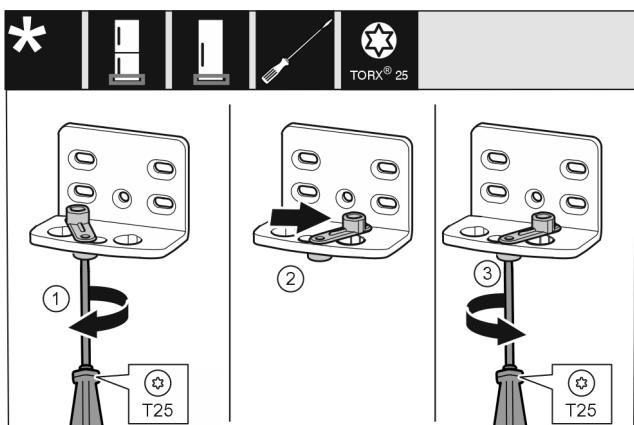

Fig. 16
- ▶ Βιδώστε πρόχειρα τη βίδα Fig. 16 (1) με κατσαβίδι.
- ▶ Ανασηκώστε το βοήθημα κλεισμάτος πόρτας Fig. 16 (2) και πειριστρέψτε 90° προς τα δεξιά στην τρύπα.
- ▶ Σφίξτε τη βίδα Fig. 16 (3) με κατσαβίδι.